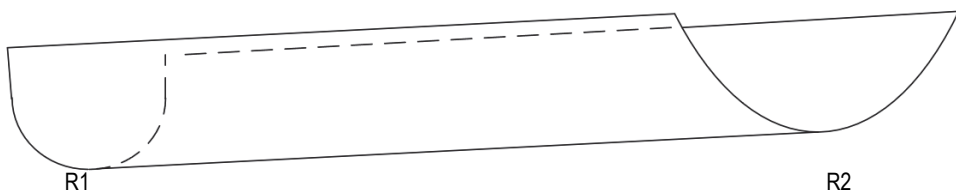

図 4-57 R1 と R2 の位置
3. スキャンの軌道に沿って変化しない面を使用する場合は、同じ基準を使用してゲートの開始と終了を設定できます。スキャンラインに沿って面が変化する場合は、手順 157 ページの 4. ~ 161 ページの 9. で位置 R1 および R2（156 ページの図 4-57）を基準として使用します。図では、曲線の半径が R1 のほうが R2 より小さくなっています。
4. 156 ページの図 4-57 のサンプル上の R1 位置にプローブを置きます。サンプルの形状が変化しない場合は、サンプル上の任意の清潔な位置を使用します。